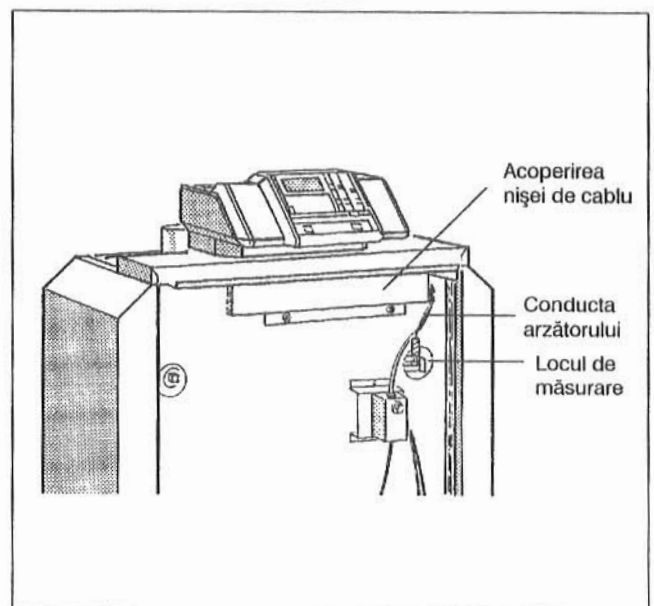

Fig. 9: Partea frontală a cazanului
- Se deșurubează acoperirea nișei de cablu (Fig. 9).
- Conductele capilare ale sensorului de măsurare al temperaturii și, la reglarea "Ecomatic" conducta sensorului de măsurare al temperaturii apei cazanului, se vor conduce pe sub capota frontală a cazanului spre locul de măsurare din față. Se va derula numai atât cât este necesar (Fig. 9).
- Conducta arzătorului se va conduce prin nișa cablului și pe sub capota din față a cazanului în spate spre partea de racordare a aparatului de reglare (Fig. 9).